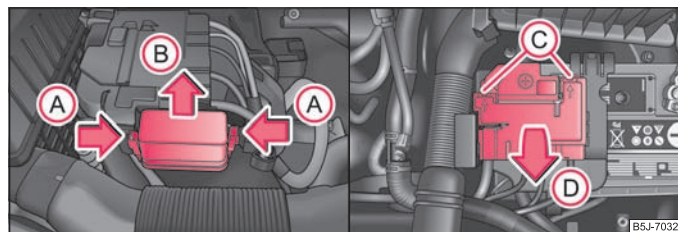

Abb. 163 Batterie: Sicherungsdeckel
- Drücken Sie die Verrastungen der Sicherungsabdeckung gleichzeitig in Pfeilrichtung (A) zusammen ⇒ Seite 203, Abb. 163, schieben Sie die Abdeckung in Pfeilrichtung (B) heraus.
- Entriegeln Sie mit einem flachen Schraubendreher die Halterungen in den Öffnungen (C) und klappen Sie die Abdeckung nach oben in Pfeilrichtung (D).